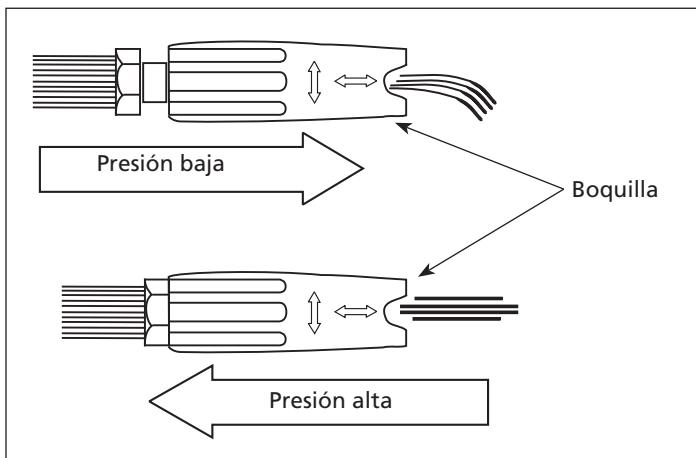

Figura 13 - Ajuste de la boquilla para regular la presión
- Coloque la mano alrededor de la sección final de rociado de la lanza (la sección que gira de izquierda a derecha). Tire firme y rápidamente hacia afuera. (NOTA: No ajuste la lanza mientras está rociando.) La lanza se extenderá 1/2" y quedará en presión baja (vea la Figura 13). El jabón sólo se puede succionar a baja presión.